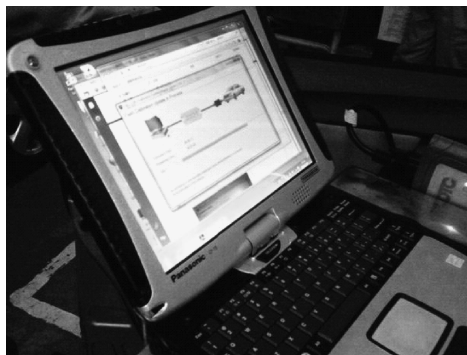

图 1-18 连接诊断仪
(4) 读码→清码→运行→再读码 如图 1-18 所示，首先连接故障诊断仪，查询故障码，包括永久性和偶发性故障码都要记录，然后清除故障码。起动发动机，当冷却液温度达到 80℃ 以上时，使发动机转速升高至高速区间并持续数秒，达到故障再现的条件，查询故障码并记录。